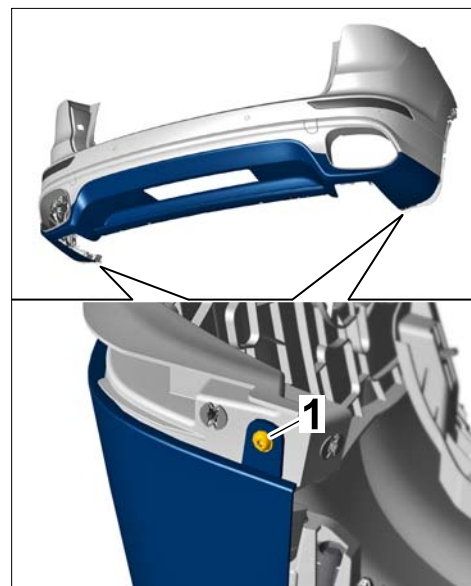

Рис. 5
- 3.3 Выкрутить винты ⇒ *Рис. 5 -1-*.